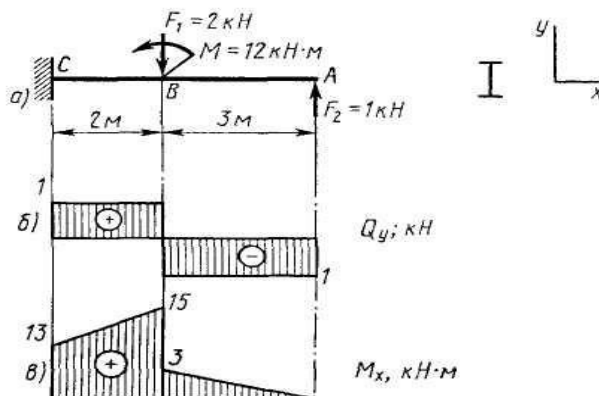

Рис. 1
Решение. 1. Делим балку на участки по характерным сечениям A, B, C (рис. 1, а).
2. Определяем значения поперечной силы Q_y в характерных сечениях и строим эпюру (рис. 1, б):
3. Определяем значения изгибающего момента M_x в характерных сечениях и строим эпюру (рис. 1, в):
4. Исходя из эпюры M_x (рис. 1, в)